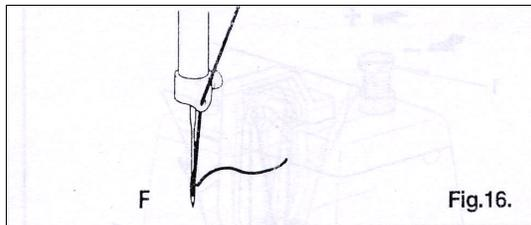

Fig.16.
2. Enfiler l'aiguille de l'avant vers l'arrière, comme montré en figure 16.